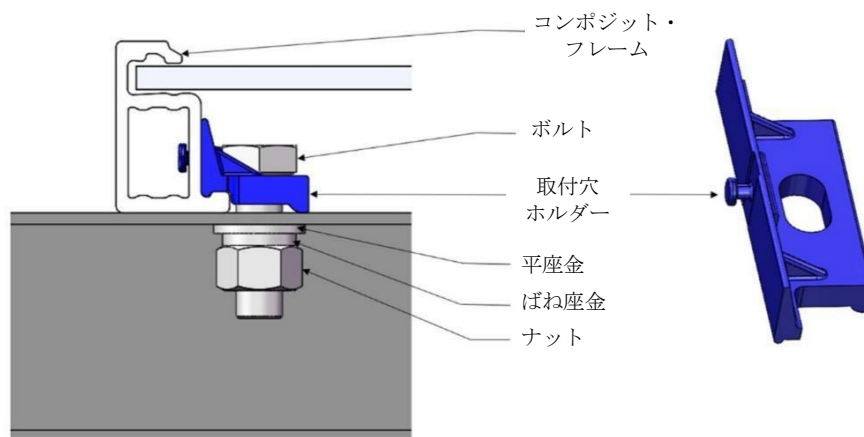

図 19：コンポジット・フレーム・モジュール・ボルトの設置
- ◇ コンポジット・フレーム・モジュール・ボルトを設置する時は、コンポジット・フレーム用特殊取付穴（図 19）を使用する。各モジュールが少なくとも 4 本のボルトを備えることを確実にする。ボルト取付位置の違いは、モジュールの最大耐荷重に影響を及ぼす（表 6）。